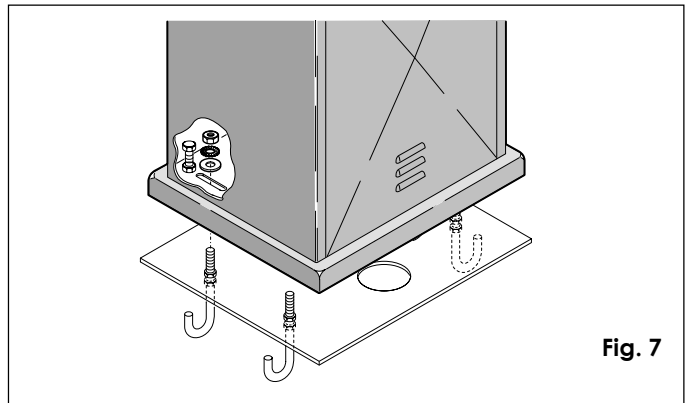
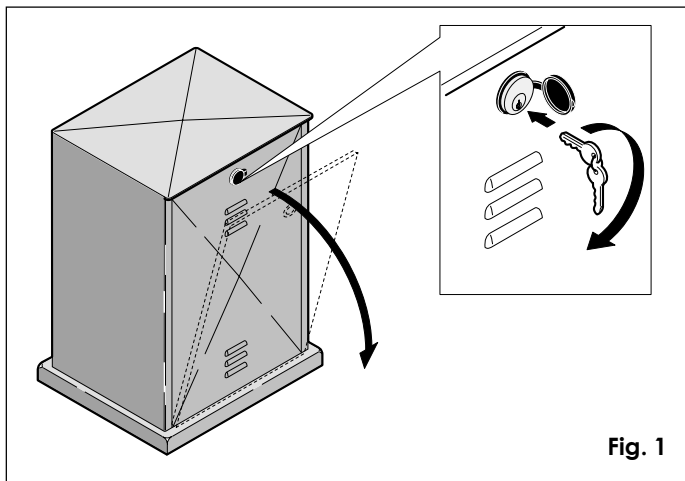

Fig. 7
Fig. 1
- 1) Retirer le carter protecteur (fig. 1-rep. 2) et placer le motoréducteur sur la plaque de fondation. Monter, sans les serrer, la rondelle plate, la rondelle grower et l'écrou comme indiqué fig. 7.
- Aprire lo sportello del carter di protezione per mezzo della chiave in dotazione (vedi Fig. 1).
- Aprire lo sportello del carter di protezione per mezzo della chiave in dotazione (vedi fig. 1).
- Open the door in the casing using the triangular key provided (see Fig. 1).